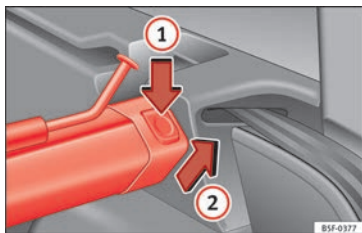

Fig. 168 En el maletero: desmontar la red de separación.
- Presione la tecla de desbloqueo izquierda o derecha » fig. 168 en el sentido de la flecha ①.
- Extraiga la carcasa del soporte en el sentido de la flecha » fig. 168 ②.
- Presione la carcasa en los soportes izquierdo y derecho en el sentido contrario al de la flecha » fig. 168 ② hasta que encastre.